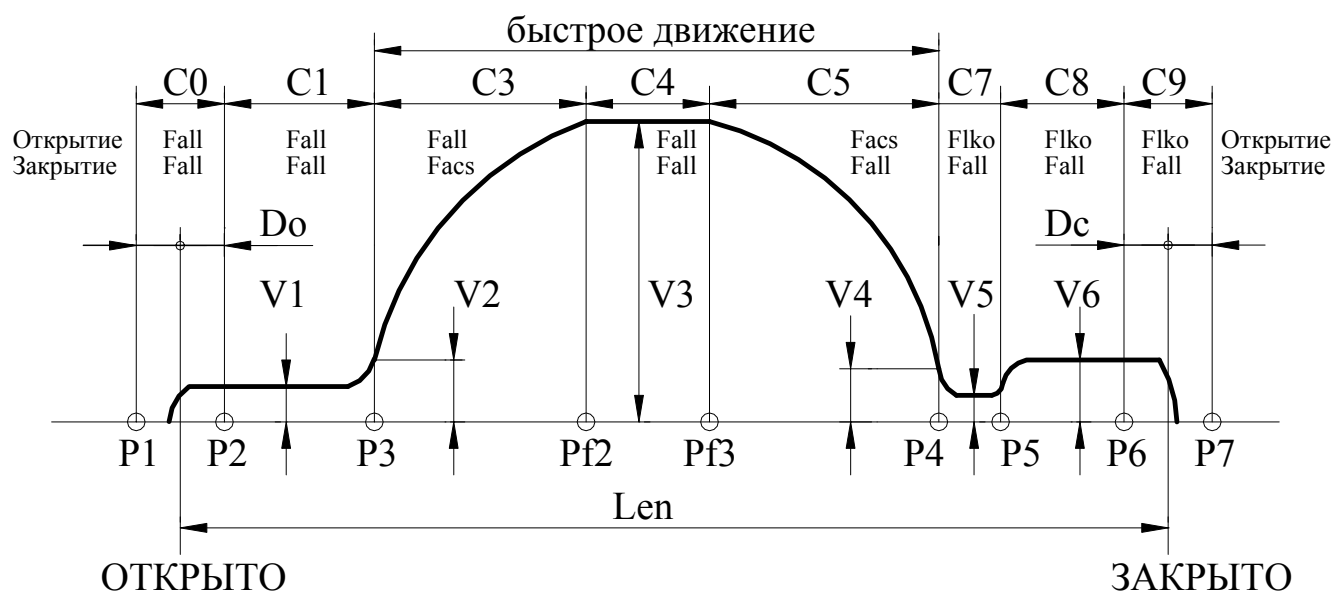

Рис.7. Траектория движения.
- **E0L** – переезд зоны полного открытия (**C0**, **рис.7**) или полного закрытия (**C9**, **рис.7**). *Синхронизация* в этом случае выключается. Ошибка сбрасывается при смене кода направления вращения, но затем необходимо провести *синхронизацию* заново. При повторном неоднократном возникновении данной ошибки можно провести **измерение проема**, если затем эта ошибка все равно будет возникать, необходимо проверить механику привода.
3.8.1. Рис.7, на котором показана траектория движения, отслеживаемая Устройством, поясняет назначение многих параметров, рассмотренных ниже. На рис.7 отображено также распределение сил на участках траектории отдельно при открытии и при закрытии (при переходе в режим удержания устанавливается соответствующая сила удержания).